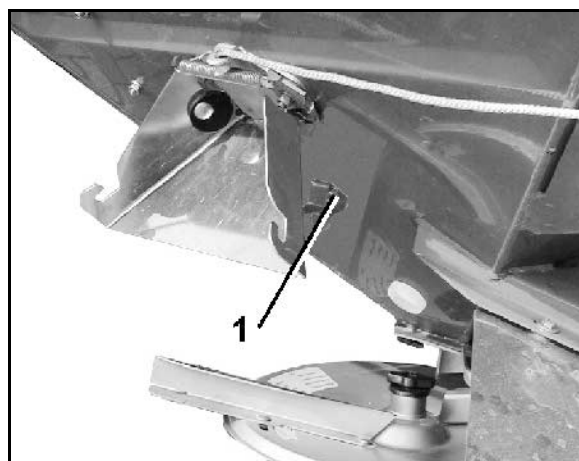
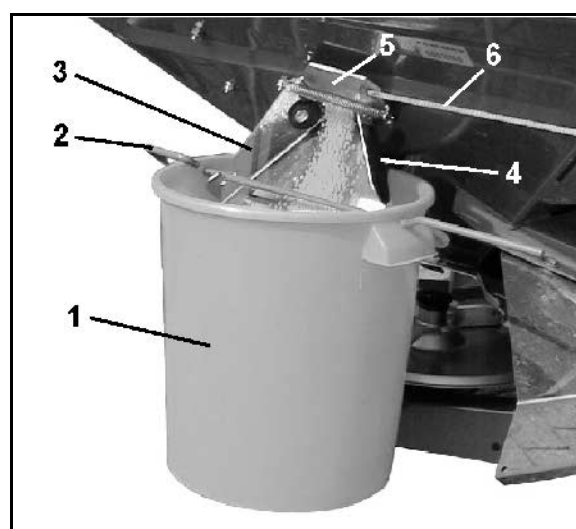

Рис. 62
Рис. 63
1. Подвесьте приемную ёмкость (Рис. 63/1) с помощью скобы (Рис. 63/2) на выпускном желобе (Рис. 63/3). Приемная ёмкость должна зафиксироваться в зажимном устройстве (Рис. 63/4 и Рис. 62/1).
2. Полностью раскройте боковую заслонку (Рис. 63/5) от выпускного желоба примерно на 5 с помощью троса (Рис. 63/6) (для обеспечения равномерного потока удобрения). Собранные при этом количество удобрения высыпьте назад в распределитель.